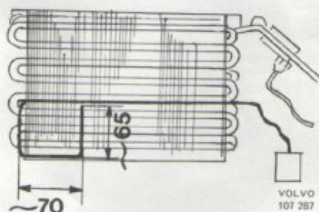

Bild 79. Montering av termostats och känselkropp i förångare av sen.utf.
8. Den nya termostatsens känselkropp träs genom hålet i förångarens flänsar samt bockas och träs in mellan flänsarna enligt måtten i bild 79.